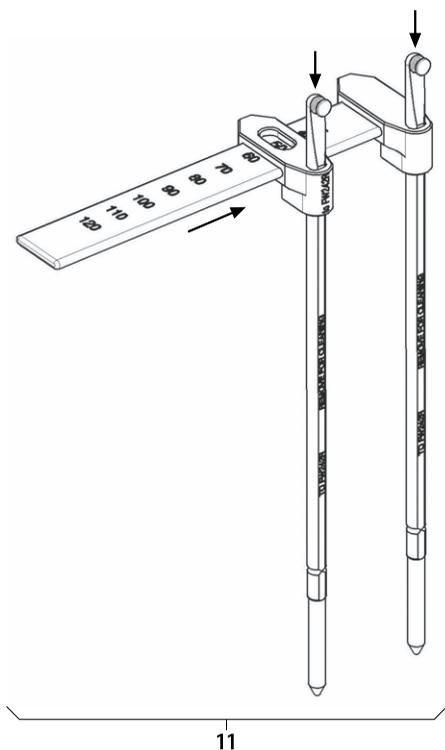

Рис. 16
- Установить инструмент для измерения длины стержня 11, см. Рис. 16.